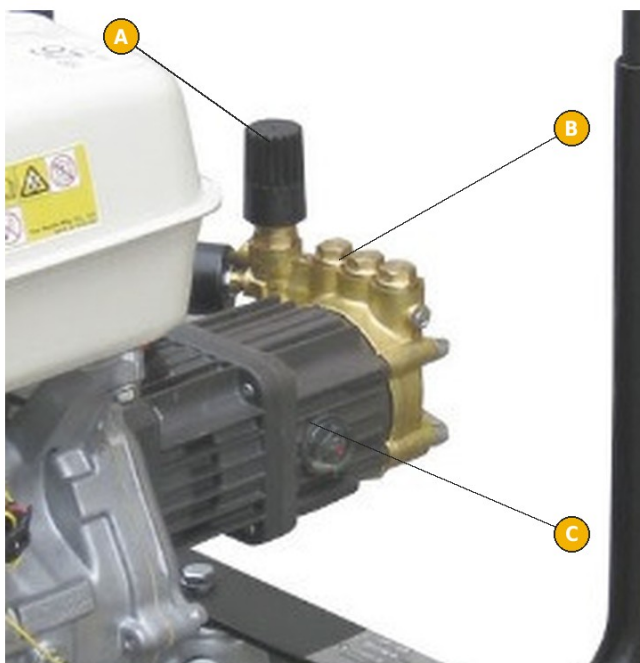

FIG. 2 — Bomba: A, mando de regulación de la presión; B, testata de latón con válvulas y racores; C, mirilla de nivel de aceite
- 1) Ajuste la presión de trabajo con el mando de regulación de la testata de la bomba (FIG. 2, A): girando en sentido horario la presión aumenta y en sentido antihorario disminuye.